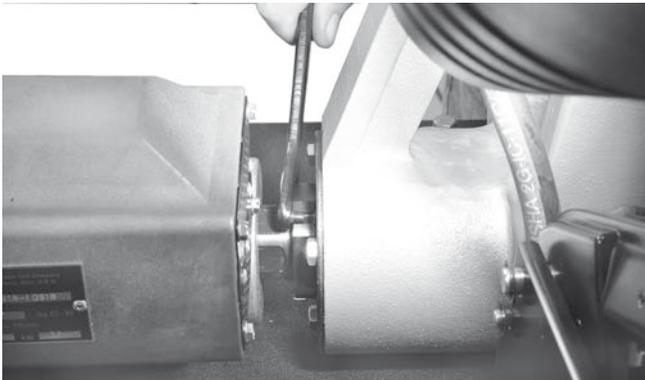

Figura 25 - Slăbiți și îndepărtați piulița de fixare a arborelui de transmisie
3. Îndepărtați arborele de antrenare de pe fața dispozitivului de roluire caneluri (figura 25).
4. Utilizați cheia de strângere pentru a îndepărta piulița de fixare a rulmentului arborelui de transmisie (Figura 25).